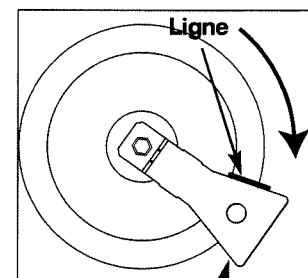

Fig. 4
- ⇨ Tournez la clé dans le sens des aiguilles d'une montre jusqu'à ce que la ligne apparaisse de l'autre côté (fig. 4).